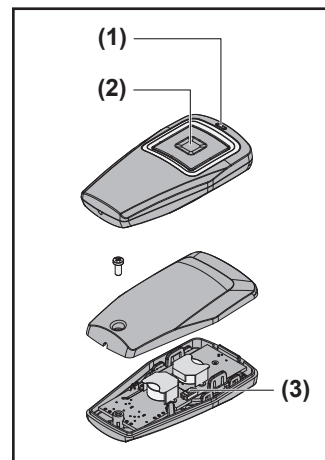
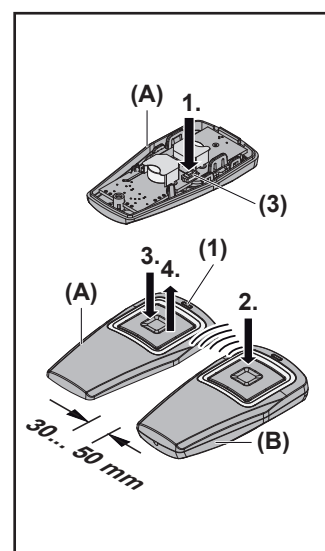

Fig. 1
Fig. 3
3 Description de l'appareil (fig. 1)
5.2 Utilisation de l'émetteur (fig. 1)
- ▶ Appuyez sur la touche (2) de l'émetteur. La fonction liée à cette touche (par exemple ouverture / fermeture de la porte) s'exécute.
5.3 Copie d'une fonction de touche (fig. 3)
3 Descrizione dell'apparecchio (fig. 1)